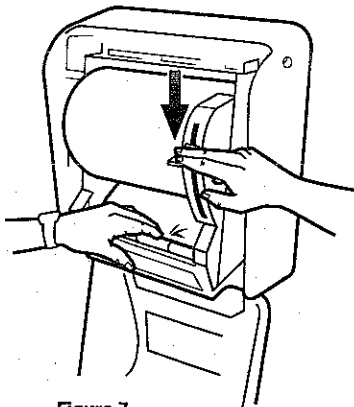

Figure 7
2. Insérez le papier entre le bois et le rouleau en caoutchouc et actionnez le levier de la boîte distributrice jusqu'à ce que le papier apparaisse. Se reporter à la Figure 7.